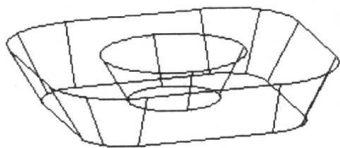
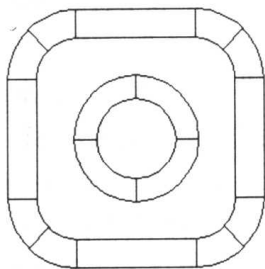

图 2-5
图 2-6
①选择对象: 选择圆的拉伸实体 $\leftarrow$ 。②指定基点或位移: 捕捉圆心。③指定位移的第二点或<用第一点作位移>: @0,0,5 $\leftarrow$ 。效果如图 2-5 所示。
①选择要从中减去的实体或面域: 选择四边形拉伸实体 $\leftarrow$ 。②选择要减去的实体或面域: 选择圆的拉伸实体 $\leftarrow$ 。
9. 绘制烟灰缸的缺口部分。输入 VP 命令, 弹出“视点预置”对话框, 勾选“相对于 UCS”, 单击“设置为平面视图”按钮, 并按“确定”按钮退出对话框, 得到效果如图 2-6 所示。